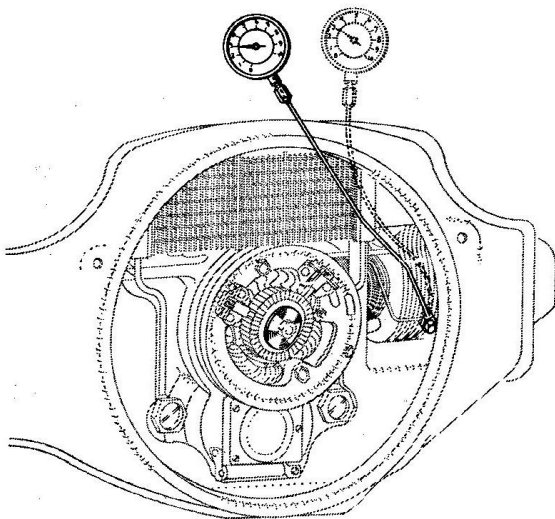
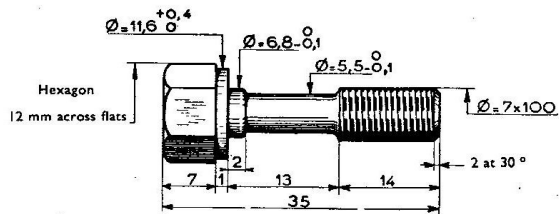

Fig. 6. Manometrets monteringsring på topstykkets olienippel.
Fig. 7. Skitse af specialnippel
3. Aftag olierørets nippel på venstre topstykke og tilslut et manometer ved hjælp af en specialnippel - fig. 6. Specialniple kan ikke købes, men fremstilles efter skitsen fig. 7.